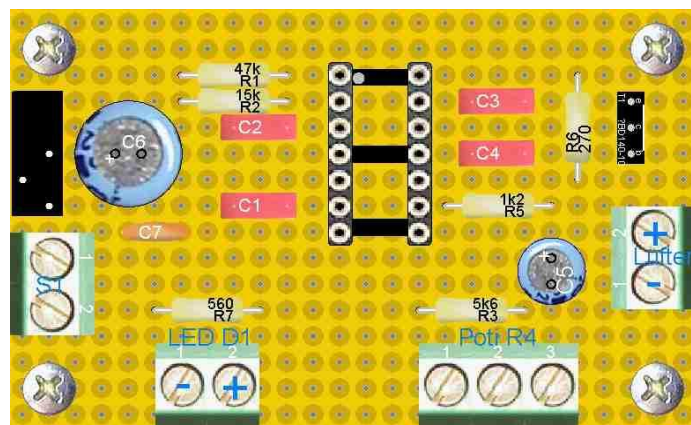

Bild 4.1: Platine (Bauteilseite)
Die Bauelemente entsprechend Bild 4.1, der folgenden Reihenfolge, der Stückliste (Anhang A) und dem Schaltplan bestücken wobei zunächst nur die Bauteile angelötet werden. Diese jedoch noch nicht verdrahten. Das Verdrahten erfolgt erst wenn alle Bauteile angelötet sind. Die nach dem anlöten überstehenden Anschlüsse mit einem kleinen Seitenschneider entfernen.
- Elko C5 (100µF/25V): **Achtung:** Polarität beachten, siehe Bild 4.1
- Elko C6 (470µF/25V): **Achtung:** Polarität beachten, siehe Bild 4.1